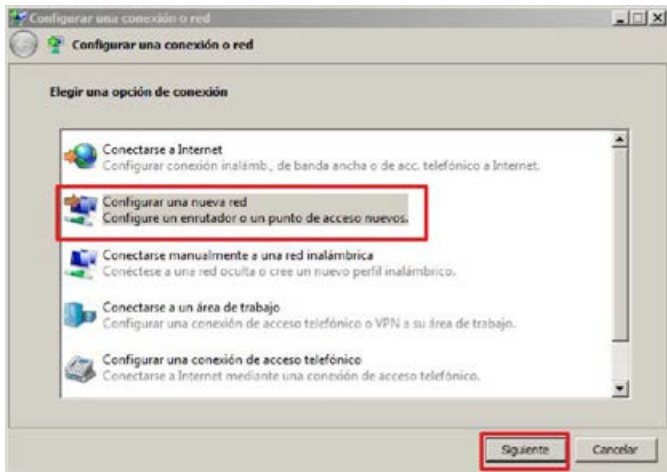

Fig. 11: Creación de una nueva red
3. ▶ Seleccione «Configurar una nueva red» (Fig. 11), luego haga clic en «Siguiente» .